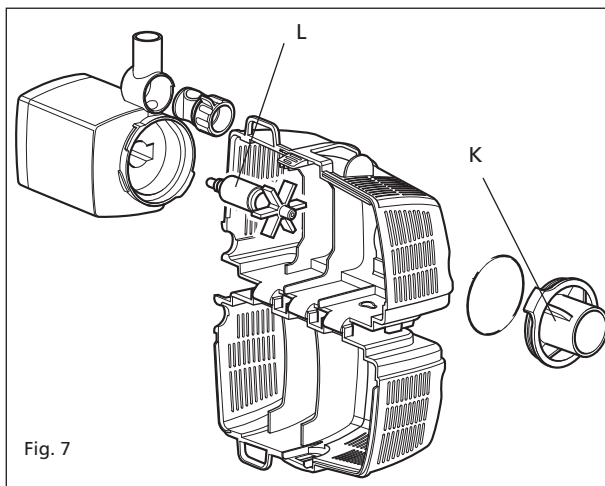

Fig. 7
2. Złuzować komorę pompy, rys. 7 (K) obracając, aż dwa występy mocujące wysuną się z uchwytyw na korpusie silnika.
4. Wyjąć wirnik z korpusu silnika. Zob. rys. 7 (L).